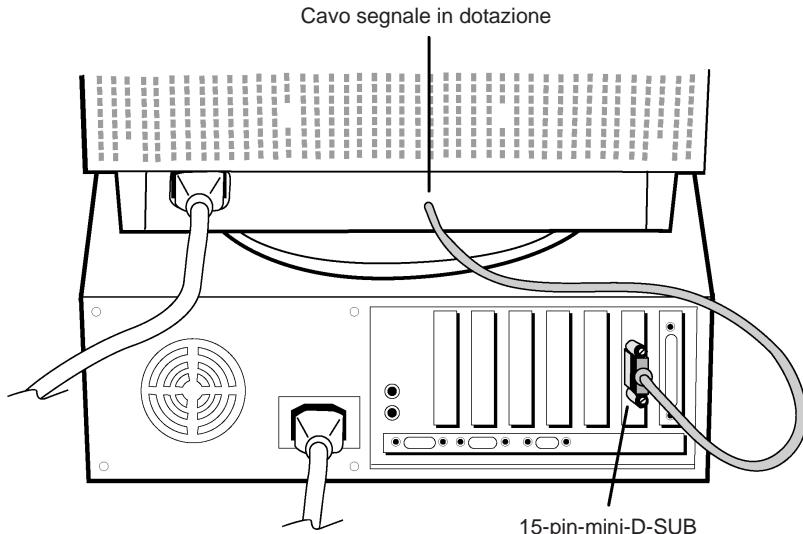

Figura A.1
3. **Per PC:** Connettere il connettore 15-pin.mini-D-SUB al connettore della scheda video del Vostro sistema (Figura A.1). Avvitate bene tutte le viti.